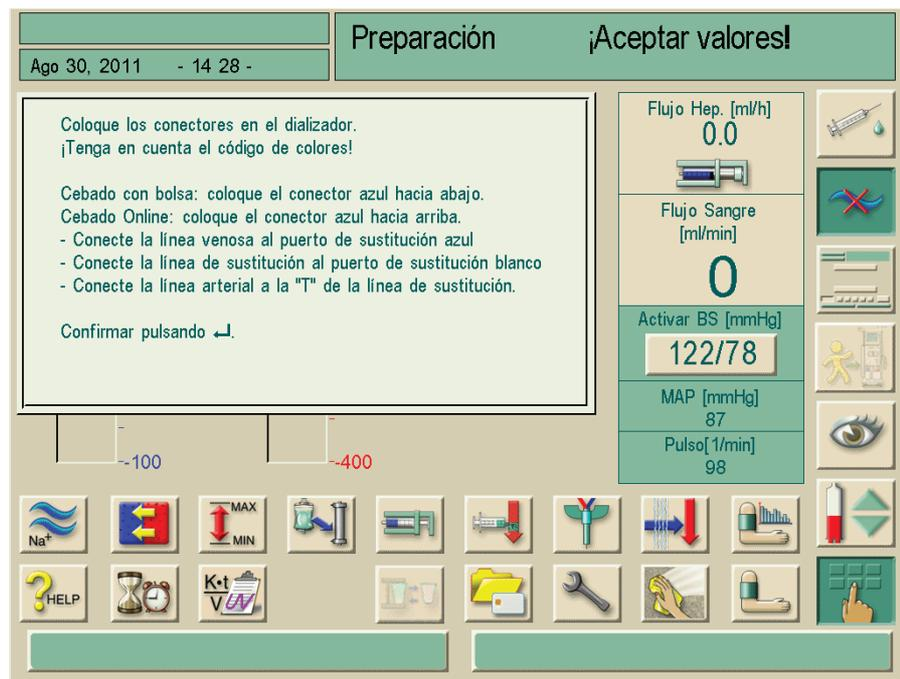

Fig. 9-4 Ventana de información para conexión
- ↵ Se mostrará la ventana de confirmación (Fig. 9-4 Ventana de información para conexión (168)).